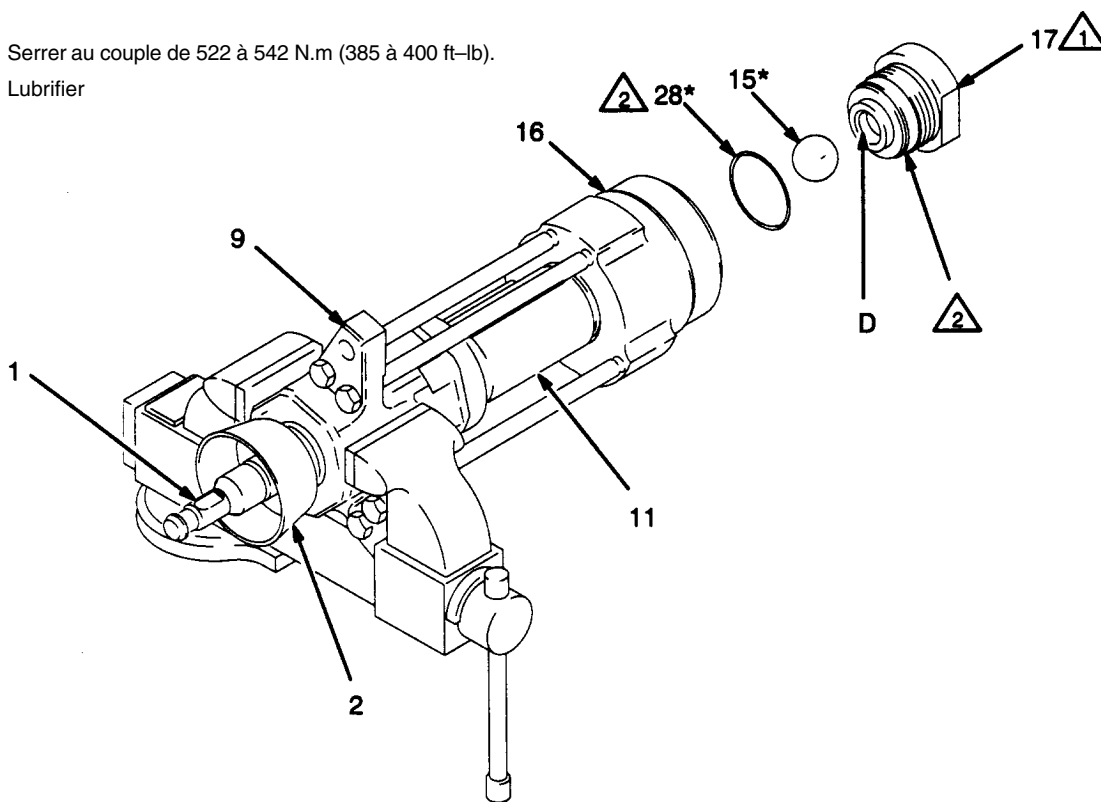

Fig. 5
1. Placer le bas de pompe en long dans un gros étau, les mors prenant sur la carter de sortie (9), comme représenté à la Fig. 5. Au moyen de la clef (104), fournie, desserrer, mais sans le déposer, l'écrou de presse-étoupe (2).
11. Placer la pompe en long dans l'étau, les mâchoires prenant sur le carter de sortie (9), comme représenté à la Fig. 5.
12. Mettre en place le joint torique (28\*) sur le clapet d'entrée (17). Lubrifier le joint torique et les filets du clapet d'entrée. Placer la bille d'entrée (15\*) dans le carter d'entrée (16), puis visser le clapet d'entrée à la main dans le carter d'entrée.
13. Au moyen d'une clef à pipe, serrer le clapet d'entrée (17) au couple de 522 à 542 N.m (385 à 400 ft-lb). Voir Fig. 5.
14. Serrer l'écrou de presse-étoupe (2) au couple de 129 à 142 N.m (95 à 105 ft-lb).